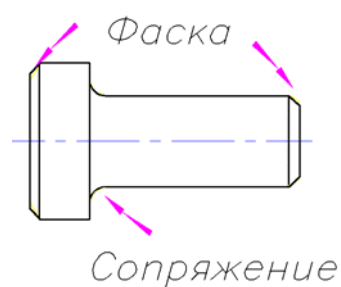

Рис. 4.27
**Шаг 5.** Повторить команду **Фаска** для остальных подрезаемых углов детали, затем провести недостающие отрезки (рис. 4.27).
**Шаг 6.** Повторить команду **Сопряжение** для второго скругляемого угла детали, затем провести недостающий отрезок (рис. 4.27).